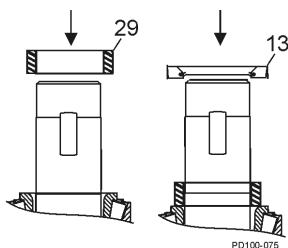

Figura 59 - Instalar el sello trasero
1. Instale los espaciadores del engranaje (Figura 59, artículo 29).
3. Instale los sellos de aceite con el resorte hacia afuera (Figura 59, artículo 13).